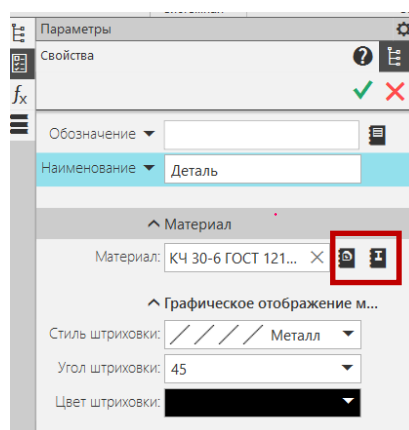

Рис. 6 Выбор способа назначения материала
1)  Материал из списка (рис. 6) позволяет выбрать материал из справочного файла плотностей, который используется системой КОМПАС-3D по умолчанию. В этом списке собраны материалы, которые часто используются при проектировании.
2)  Материал из справочника (см. рис. 6) позволяет выбрать материал из внешнего справочника, подключаемого к системе КОМПАС-3D. База данных Справочника содержит сведения о различных объектах: материалах, сортаментах и их экземплярах, обработках.